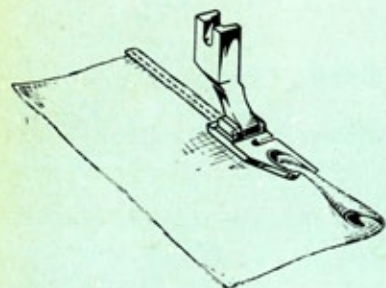

Fig. 41
a) STRAIGHT STITCH HEM (Fig. 41)